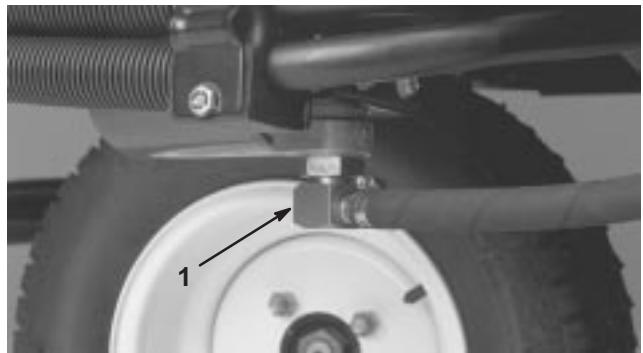
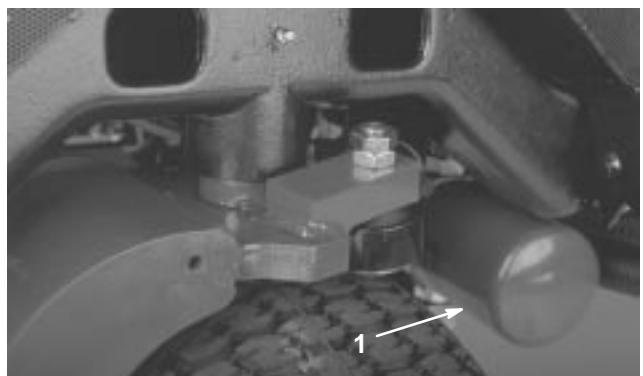

Bild 52
Bild 53
2. Klemmen Sie die Hydraulikölleitung ab (Bild 52) oder entfernen den Hydraulikölfilter (Bild 53) und lassen das Hydrauliköl in ein Auffanggefäß ablaufen. Montieren Sie die Hydraulikölleitung, wenn kein Öl mehr ausströmt.
3. Reinigen Sie den Filteransatz. Stellen Sie ein Auffanggefäß unter den Filter (Bild 53) und entfernen den Filter.